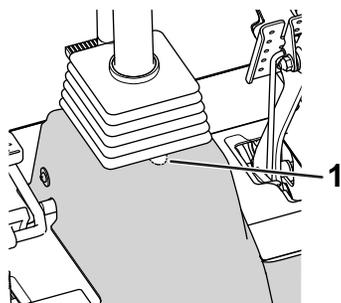

Figura 21
- Corte uma ranhura em forma de U no resguardo (Figura 21).